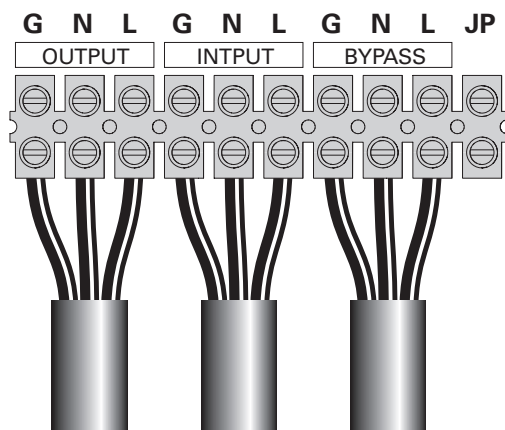

Abbildung 18.
- 1 - Remove the metal jumper (siehe Abbildung 18).